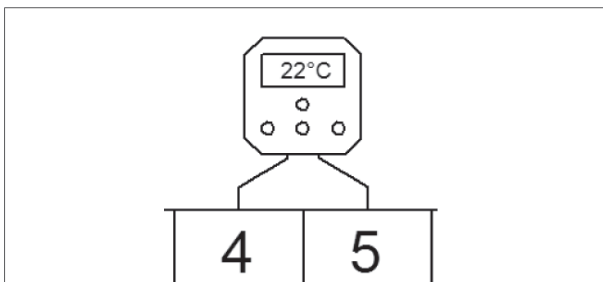

Figure 11- Connexion d'un thermostat modulant
1. Connectez les deux fils de commande aux bornes 4 et 5 (voir figure 11 ou le schéma de câblage électrique au §11.).